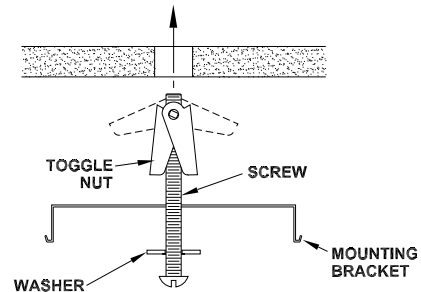

Figure 3
If drill does not encounter ceiling joist, drill 1/2" holes in mounting surface. Install bracket (6) with toggle nut and 3" screws (10) (included). Tighten screws to secure bracket. **See Fig 3.** Repeat for other mounting bracket.
Si la perceuse ne rencontre pas de solive, percer un trou de 1/2 po dans la surface de montage pour l'installation d'un écrou à ailettes et d'une vis de 3 po. Poser une rondelle plate métallique sur la vis de 3 po. Insérer la vis dans le trou central du support de montage. Visser l'écrou à ailettes sur la vis, environ 1/4 po. Pousser l'écrou à ailettes dans le trou préliminaire. Voir la figure 3. Pousser la vis dans le trou jusqu'à ce que l'écrou se déploie. Visser la vis afin de fixer solidement le support. Répéter pour l'autre support de montage.
Si al taladrar no se encuentra con viga del techo, taladre agujeros de 1/2" a la superficie de montaje con tornillos de 3" y tuercas de palanca. Coloque arandelas de metal plana a los tornillos de 3". Inserte los tornillos de 3" a través de las ranuras del soporte de montaje. Enrosque las tuercas de palanca aproximada 1/4". Empuje las tuercas de palanca dentro de los agujeros ya taladrado. Ve Fig. 3. Empuje los tornillos hasta que la tuerca de palanca se desplegué Apriete los tornillos para asegurar el soporte. Repita para otro soporte de montaje.